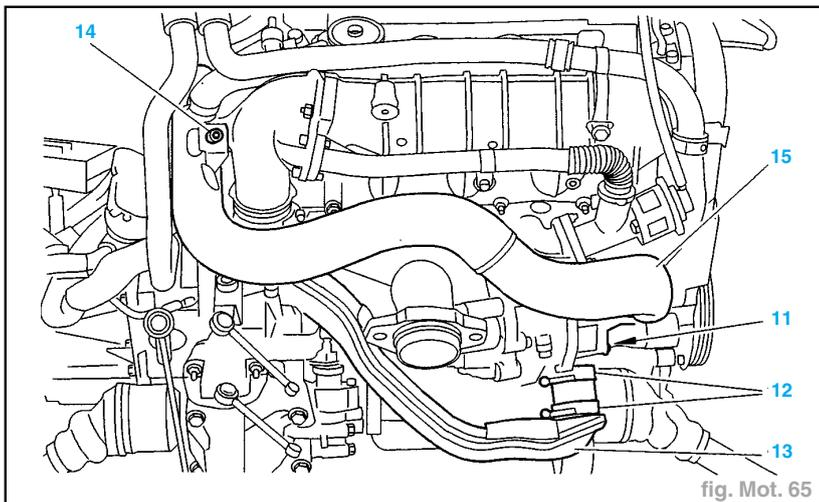
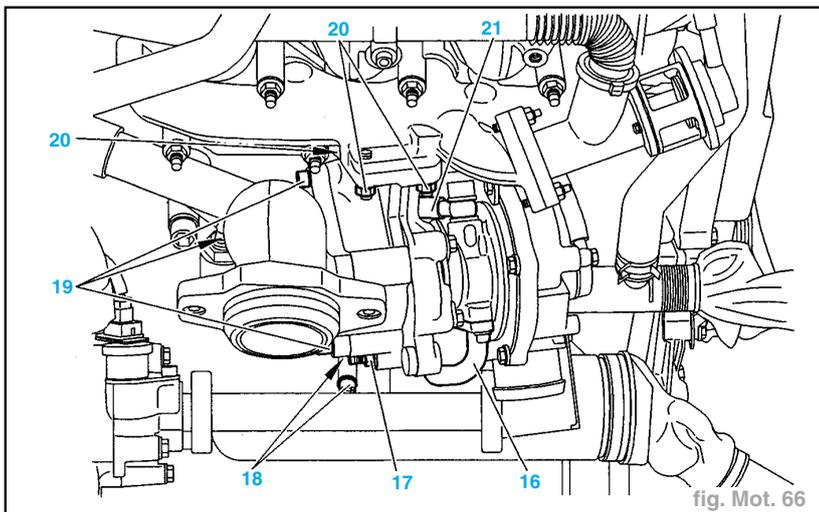

fig. Mot. 65
fig. Mot. 66
- Déposer les vis (3) et (10).
- Désaccoupler la barre antidévers des rotules (4) et (9).
- les vis (1) et (2),
- les vis (5) et (8).
- Déposer (fig. Mot. 65) :
- les vis (11) et (14),
- les colliers (12).
- le conduit (13),
- le conduit (15).
- Déposer (fig. Mot. 66) :
- le boulon (17),
- les 2 vis (18),
- le tube (21) d'arrivée pression d'huile,
- le tube (16) de retour pression d'huile.